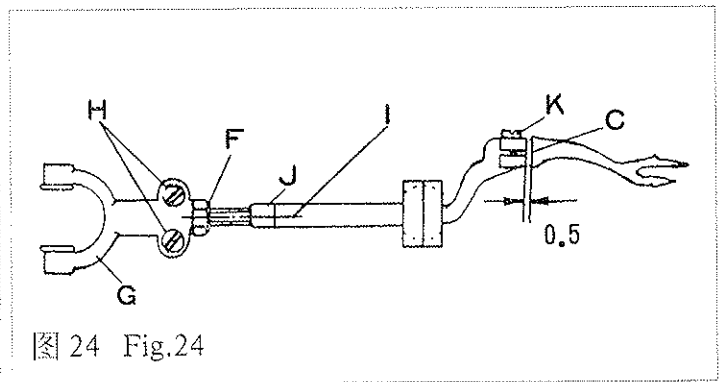

图 24 Fig.24
②前后位置调整(图24) 旋松钩线叉杆“I”后部调节螺母“F”两只螺钉“H”,转动钩线叉杆一周,使钩线叉随之产生前后方向的位移来达到上述要求。
③经上述调整,前后位置尚未达到最佳状态,可旋松钩线叉紧固螺钉“K”,微量移动钩线叉的前后位置以达到最佳状态。微量调节时钩线叉杆前端面与钩线叉轴肩“C”之间间隙不大于0.5毫米。
(4) Positioning of location of thread hook
② The front and back position of thread hook (Fig.24)